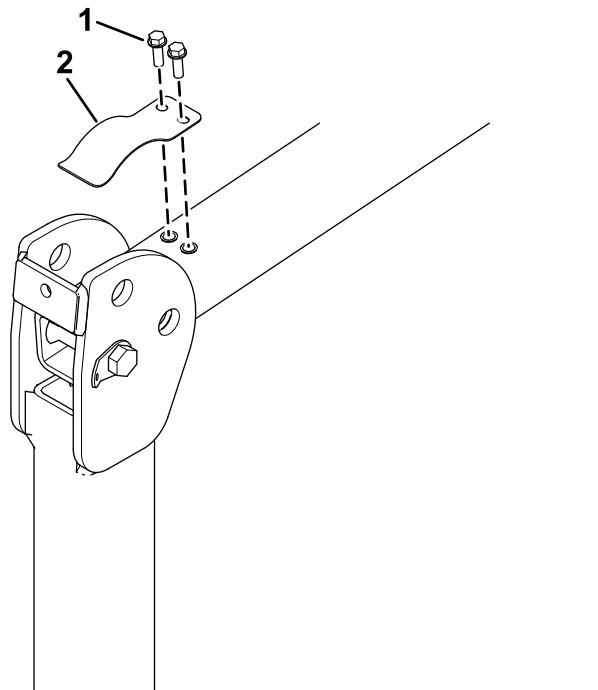

Рисунок 15
- Передвинув защитную дугу в нижнее положение, снимите пластинчатую пружину фиксации (Рисунок 15) с каждой стороны защитной дуги.